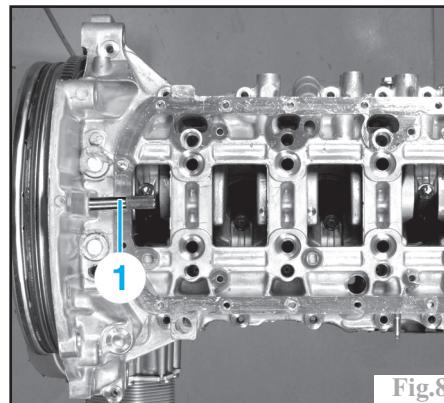

Fig.8
Insérer la pique de blocage ($\varnothing 12 \text{ mm}$) (1) du volant moteur (outil réf. (-.0194.C) (Fig.8).